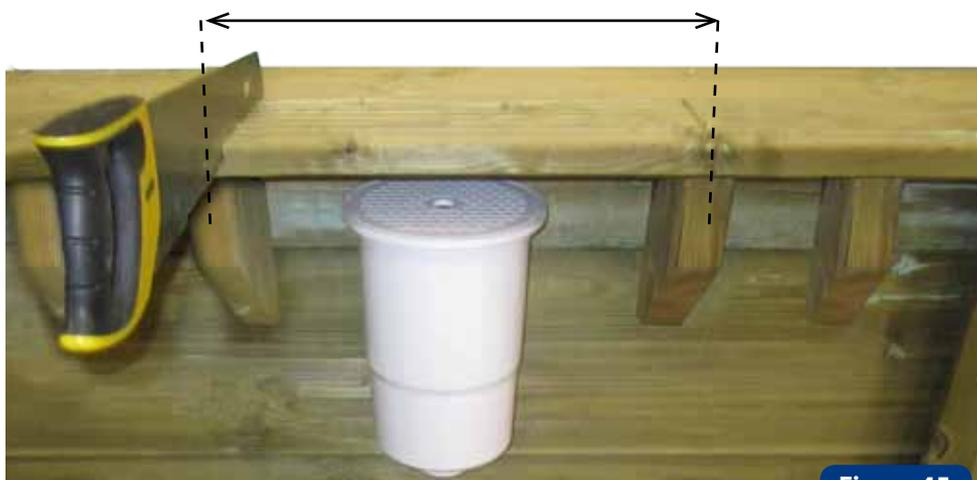

Figure 45
- Sur le pan recevant le skimmer, découper **uniquement** la margelle extérieure aux dimensions de l'entraxe des renforts (figure 45). La trappe doit reposer sur la moitié de chacune des consoles (figure 46).